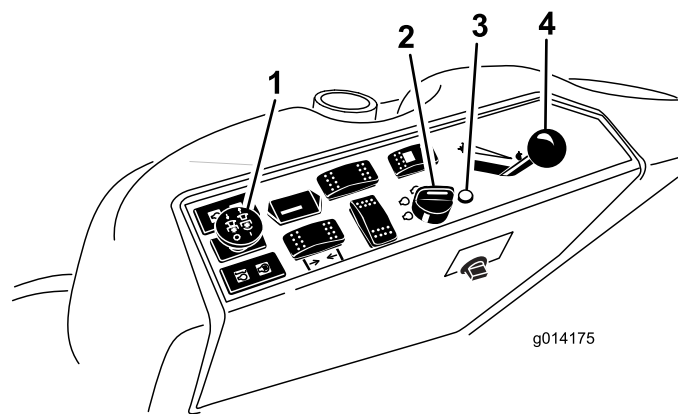

Рисунок 19
4. Переведите переключатель механизма отбора мощности (РТО) в положение Выкл. (Рисунок 19).
5. Передвиньте рычаг дроссельной заслонки в среднее положение между Быстро и Медленно (Рисунок 19).